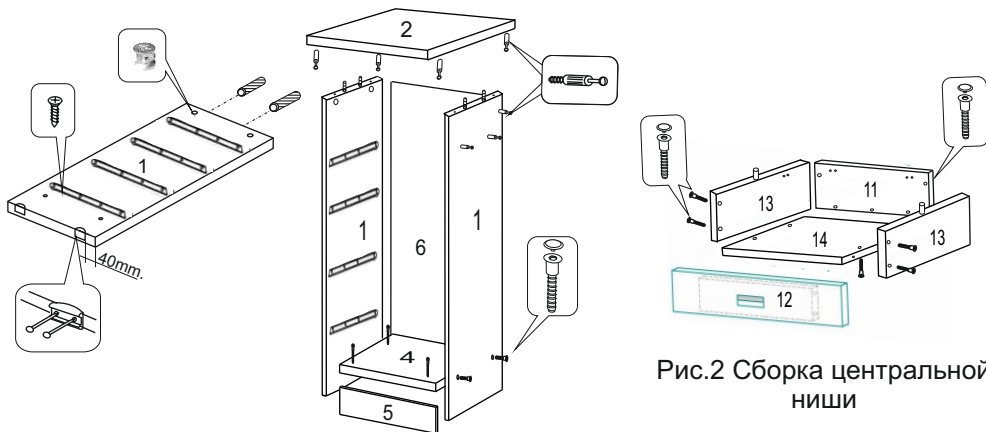

Рис.1 Сборка боковых тумб
2. К нижним торцам боков (дет. 1) прибейте подпятники (Ф-9) гвоздями (Ф-10). Установите шканты (Ф-8) в торцевые отверстия, а в отверстия диаметром 15 мм вставьте эксцентрики (Ф-2) (рис. 1)
4. Присоедините боковые стенки (дет. 1) с помощью конфирматов (Ф-6) таким образом, чтобы у левой тумбы правая боковина имела на наружной поверхности три отверстия (рис. 1). У правой тумбы левая боковина тоже должна иметь аналогичные отверстия. В данные отверстия вверните винты (Ф-1).